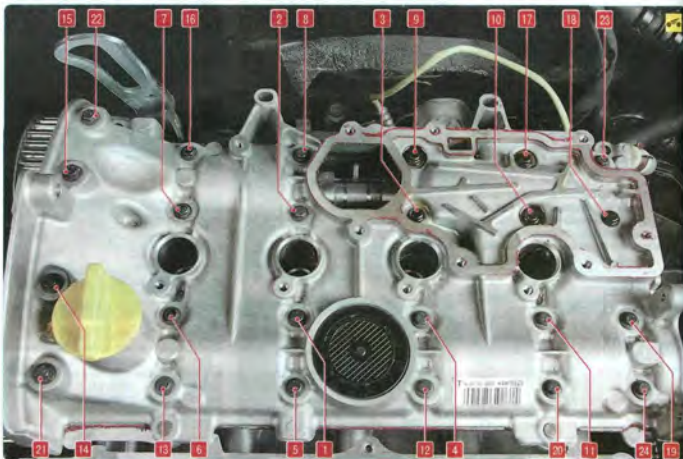

Рис. 5.5. Порядок затяжки болтов крепления крышки головки блока цилиндров
19. Затяните болты крепления крышки головки блока цилиндров в четыре этапа (последовательность затяжки показана на рис. 5.5):